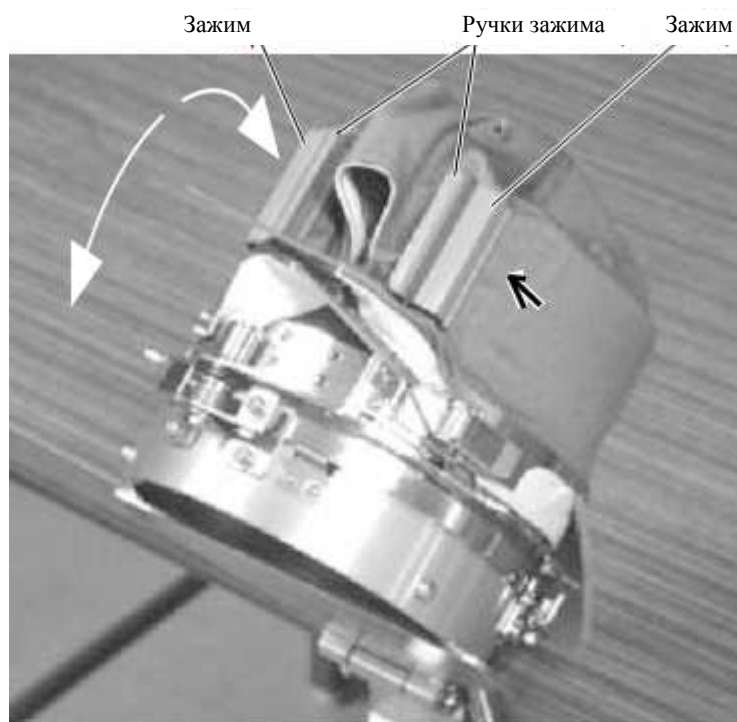

Рис. 4
6. Как показано на Рис. 4, наклоните растягиватель вперед. Зажмите заднюю часть шапки в двух местах, растягивая козырек, как показано на рисунке стрелками.